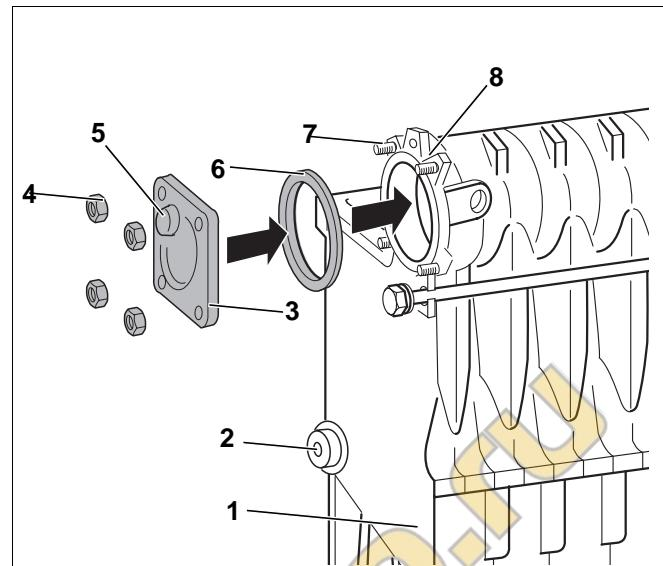
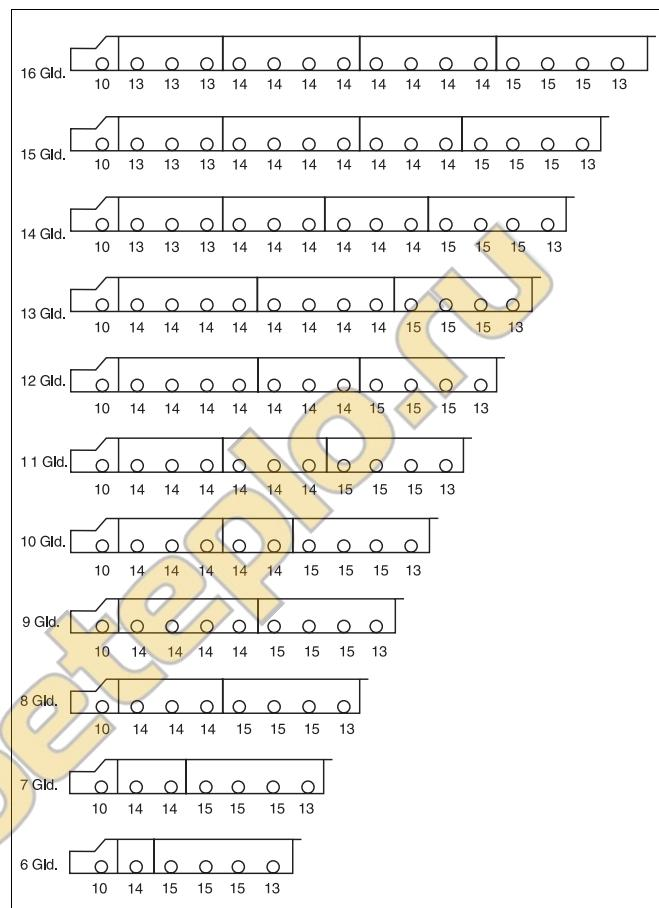
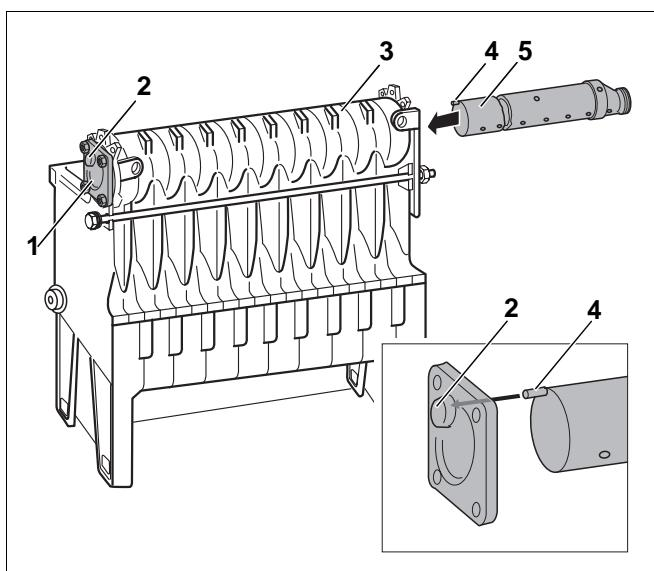

Рис. 22 Установка глухого фланца
Рис. 23 Схемы подпиточных труб для всех типоразмеров котлов (\varnothing отверстий в мм)
Рис. 25 Установка собранной подпиточной трубы
Верхнюю заднюю ступицу котла (рис. 22, поз. 8) конечной секции (рис. 22, поз. 1) котлового блока нужно закрыть глухим фланцем (рис. 22, поз. 3).
- Установить уплотнение (рис. 22, поз. 6) на уплотнительную поверхность верхней задней ступицы котла (рис. 22, поз. 8).
В собранном состоянии выемка глухого фланца должен находиться вверху и смотреть в середину котлового блока, как показано на рис. 22, поз. 5.
- Надеть глухой фланец (рис. 22, поз. 3) на шпильки (рис. 22, поз. 7) нижней задней ступицы котла (рис. 22, поз. 8) и закрепить его гайками (рис. 22, поз. 4).
Подпиточная труба состоит из головной части, от одной до трех средних частей, в зависимости от типоразмера котла, и конечной части с кулачком (рис. 23). Кулачок служит для выставления правильного положения подпиточной трубы и должен вставляться в выемку глухого фланца (рис. 22, поз. 5, стр. 24). Подпиточная труба вставляется спереди в верхнюю ступицу котла (рис. 25, стр. 26).
- Вставить конечную часть подпиточной трубы (рис. 25, поз. 5, с кулачком (рис. 25, поз. 4)) в открытую верхнюю ступицу котла на $\frac{3}{4}$ длины.
- Задвинуть собранную подпиточную трубу (рис. 25, поз. 5) в верхнюю ступицу котла (рис. 25, поз. 3).
- Кулачок на конечной части подпиточной трубы (рис. 25, поз. 4) должен войти в выемку глухого фланца (рис. 25, поз. 2).